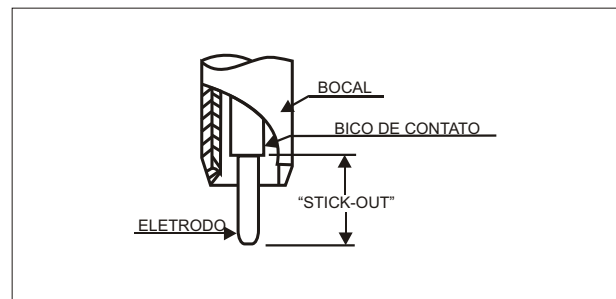

FIGURA 8 - O "Stick-out" elétrico.
- Deixe um "stick-out" (Figura 8) de 20 a 25 mm;